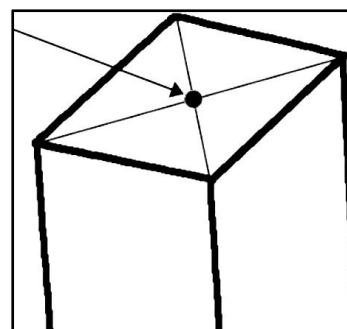

图 17
9、工件的装夹 (如图 17 所示) 由于工件的形状比较多, 我们一般都建议只加工比较有规则的木料, 不适合加工空心的比较长的物件 (如竹子)。